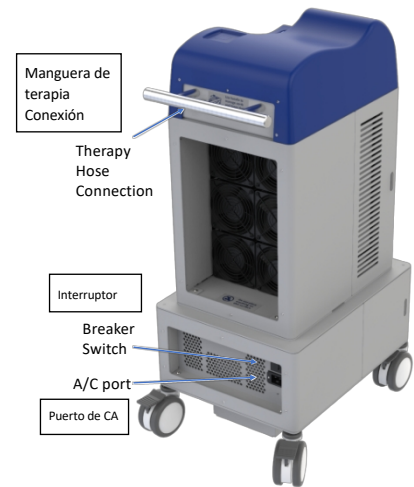

Figura 6. DigniCap Delta - Parte posterior
4. Conecte el cable de alimentación principal al puerto CA de la parte posterior del dispositivo y a una toma de corriente (Figura 6).
5. Gire el interruptor a la posición de encendido (ON).